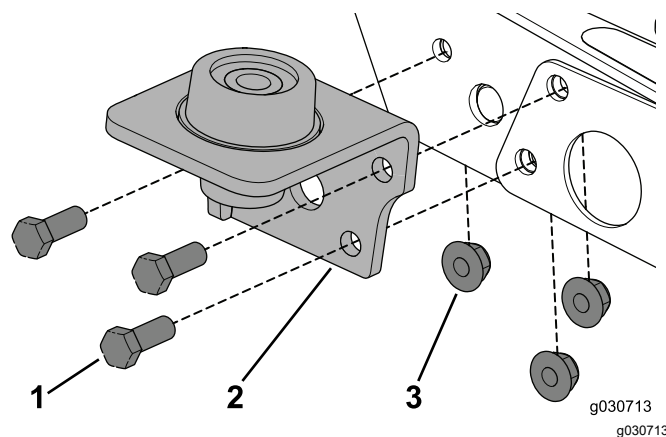

Bild 18
1. Nehmen Sie die vorhandenen Schrauben ab und verwenden Sie die drei Schrauben (3/8" x 1") und Bundmuttern, um die Befestigung an der Maschine anzubringen (Bild 18).